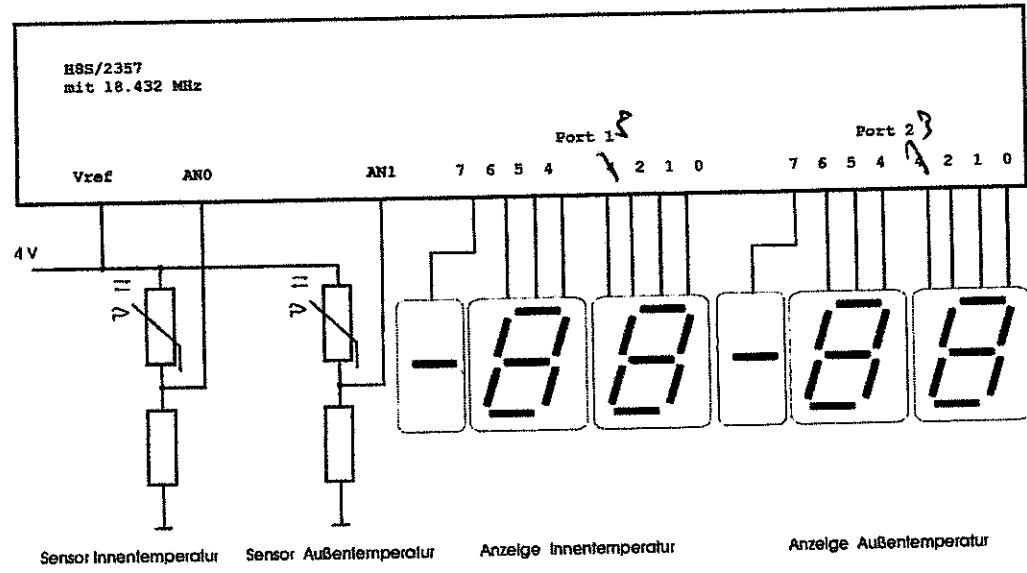

Bild 5: Schaltung der Wetterstation
Der Innentempersensor ist an AN0 (entspricht P4(0)) angeschlossen und die Außentempersensor an AN1 (entspricht P4(1)). Die Temperaturen sollen nach jeweils 3 s auf zwei-stelligen 7-Segment Anzeigen mit BCD-Code ausgegeben werden (Bild 5). Das Vorzeichen der Temperaturen wird durch P1(7) bzw. P2(7) an eine passende Anzeige ausgegeben, wobei die Ausgabe eines Wertes '1' an diesen Pins das Vorzeichen „minus“ anzeigt.